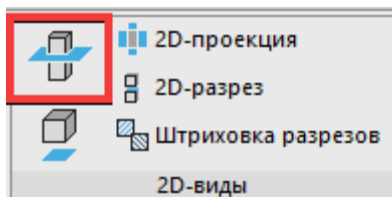

Рис. 13. Команда *Секущая плоскость*
4.1. Для создания 3D-разреза нажмите кнопку *Секущая плоскость* на вкладке *3D-инструменты* (рис. 13), в *Истории 3D Построений* раскройте папку *ГСК* и укажите плоскость *YZ*.